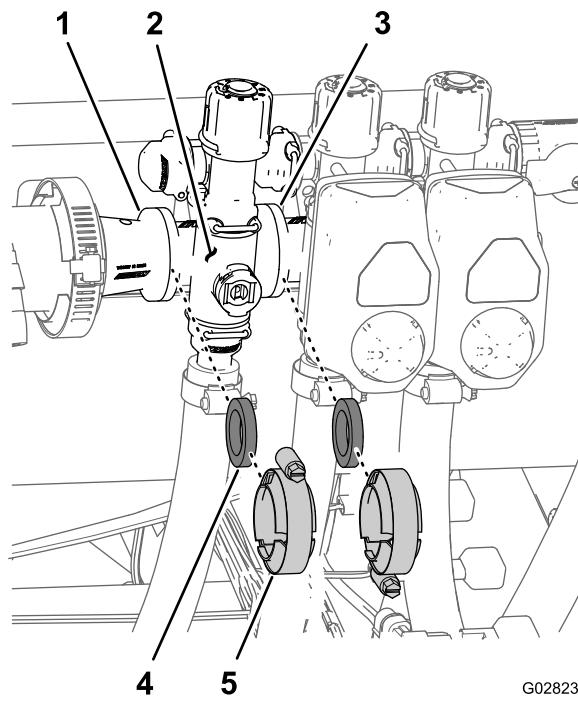

**Figura 101**
2. Rimuovete il collettore della valvola dell'agitatore dalla macchina (Figura 101).